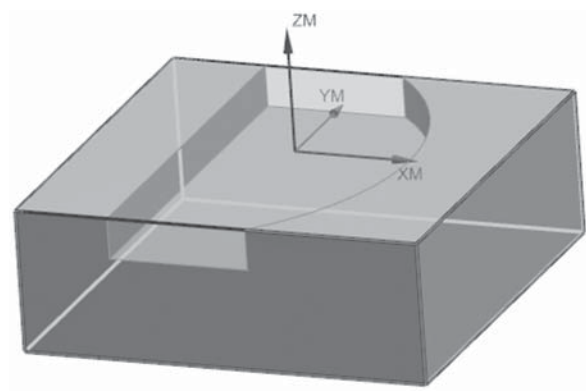

图 2-1-8 创建毛坯几何体
(1) 单击MCS MILL 图标中的“+”，展开列表。双击WORKPIECE 图标，弹出“工件”对话框。
(2) 单击 (指定部件) 图标，弹出“部件几何体”对话框，选取加工零件作为加工最终部件，单击“确定”按钮返回“工件”对话框。
(3) 单击 (指定毛坯) 图标，弹出“毛坯几何体”对话框，单击几何体对话框右侧的图标，选择包容块选项，单击“确定”按钮返回“工件”对话框。
(4) 单击 (显示) 图标，观察设置的部件和毛坯是否符合要求，部件和毛坯几何体如图 2-1-8 所示。